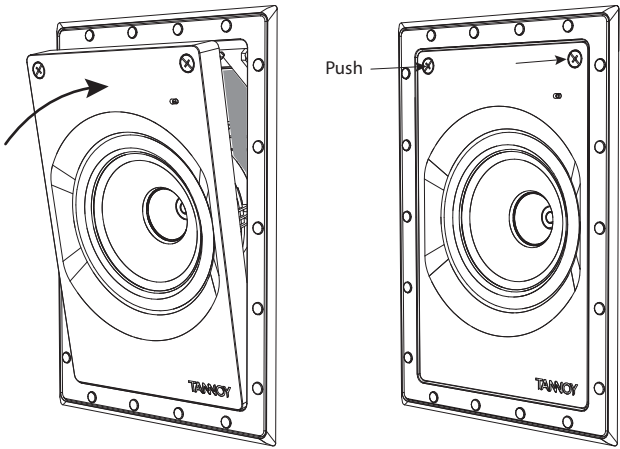

Fig. 13. Installing the Loudspeaker Assembly into the Frame
2. Houd de luidsprekereenheid schuin vast en plaats de twee uitstekende lipjes aan de onderkant in de twee corresponderende sleuven in het frame (Fig. 13).